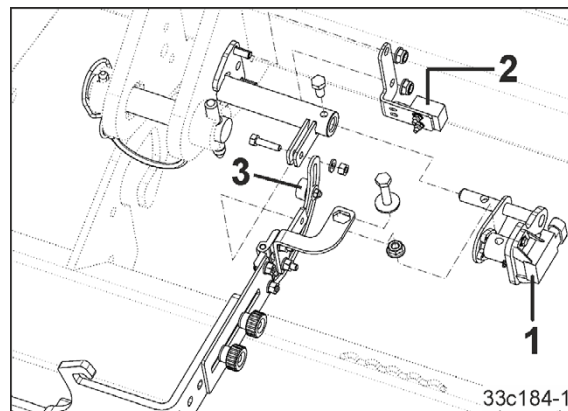

Рис. 53
- аналоговый датчик рабочего положения (Рис. 53/1) для комбинации агрегатов с системой ISOBUS;
- датчик рабочего положения (Рис. 53/2) для контроля трубопроводов посевного материала с подвижным магнитом (Рис. 53/3).